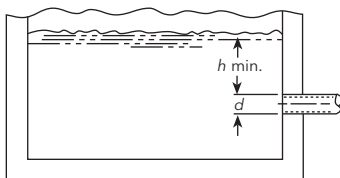

Figure 1
- 3.6. Le diamètre (d) et la hauteur d'immersion (h) de l'orifice d'entrée du tuyau d'aspiration doivent être suffisants pour empêcher l'aspiration d'air par vortex (V. fig. 1 à 4).